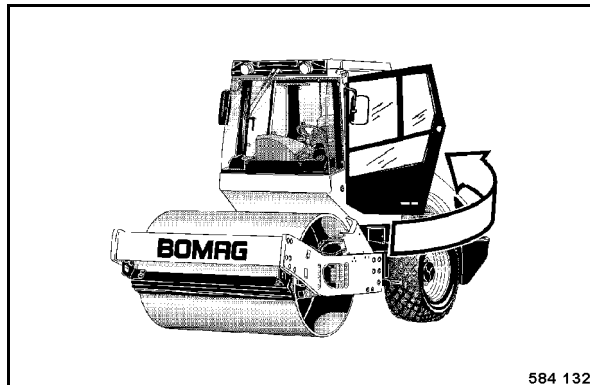

fig. 53
- Fermer la portière (fig. 53).